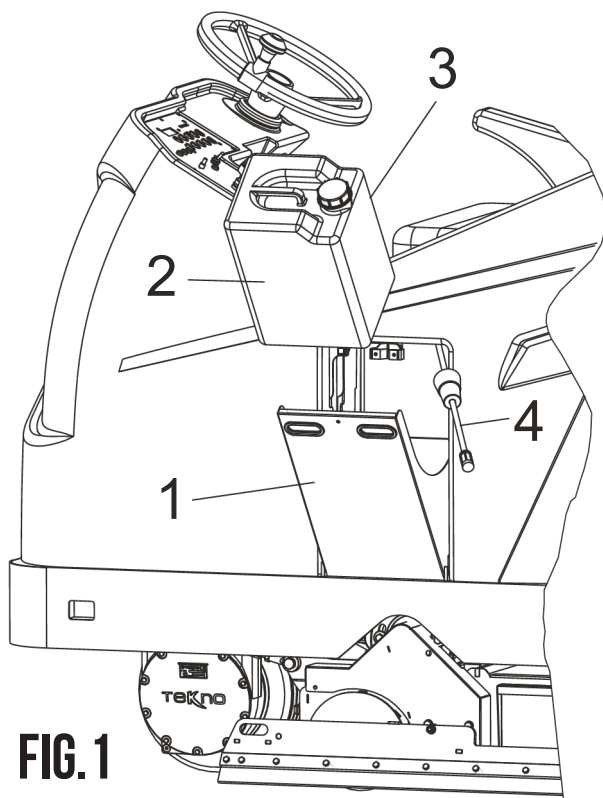
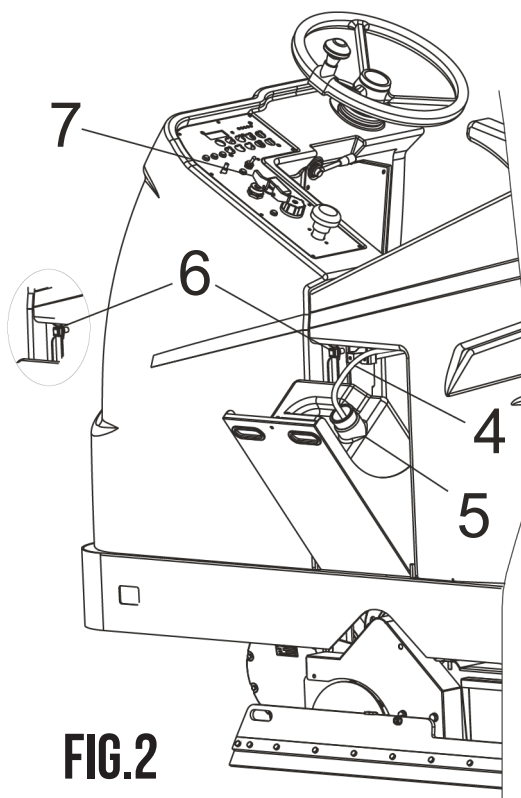

FIG. 1
FIG. 2
- Åbn rummet pos.1;
- Tag slangen pos.4 ud, så den ikke er i vejen ved montering af dunken;
- Sæt dunken pos.2 i som vist i FIG.1. Under denne handling må du ikke fjerne låget pos.3 fra dunken, så der ikke løber rengøringsmiddel ud. Brug flydende rengøringsmidler med lav skumdannelse, eller anvend et skumdæmpende middel. Brug ikke brændbare væsker. For korrekt dosering (procent) og nødvendige sikkerhedsforanstaltninger, se anvisningerne på emballagen.
- Når dunken er sat på plads, fjernes låget pos.3, og slangen pos.4 sættes i. Sørg for, at filteret når helt ned i bunden, så alt rengøringsmiddel kan suges op fra dunken.
- Fastgør slangen pos.4 med keglen pos.5 ved at trykke den let ned i dunken, FIG.2.